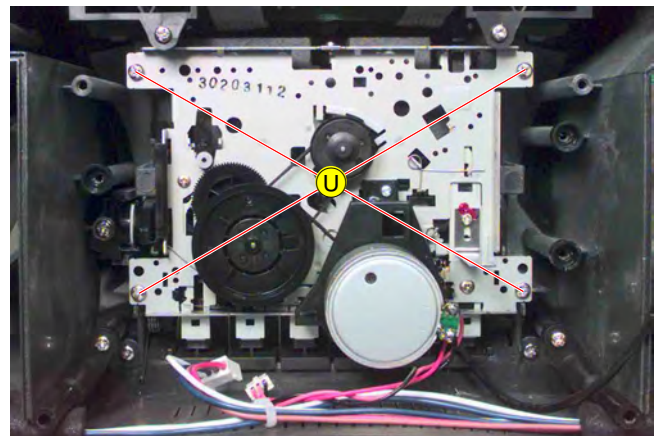

Fig. 13
- 4 Schrauben **U** (Fig. 13) herausdrehen.
- Undo 4 screws **U** (Fig. 13).